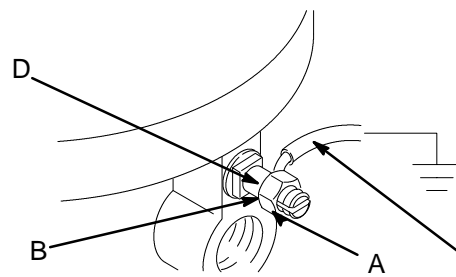

Fig. 1
1. Pompe : utiliser l'étrier et le fil de terre schématisés sur la figure 1.
2. Flexibles d'air : n'utiliser que des flexibles d'air comportant un fil de terre. Le flexible d'air (12) fourni qui relie l'alimentation d'air principale au flexible d'entrée d'air du système est muni d'un fil de terre. Le raccorder à une prise de terre véritable.
Pour relier la pompe à la terre, desserrer l'écrou de blocage (A) et la rondelle (B) de la patte de mise à la terre. Introduire l'une des extrémités d'un fil de terre (C) d'une section minimale de 1,5 mm2 dans la fente de la patte (D) et bien resserrer l'écrou de blocage. Voir la figure 1. Raccorder l'autre extrémité du fil de terre à une prise de terre véritable. Se reporter en page 6 sous la rubrique **ACCESSOIRES** pour toute commande d'un fil et d'un étrier de mise à la terre.